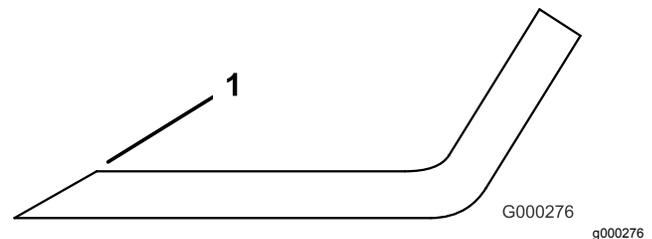

Figure 100
1. Au moyen d'une lime, aiguissez les tranchants à chaque bout de la lame (Figure 100).